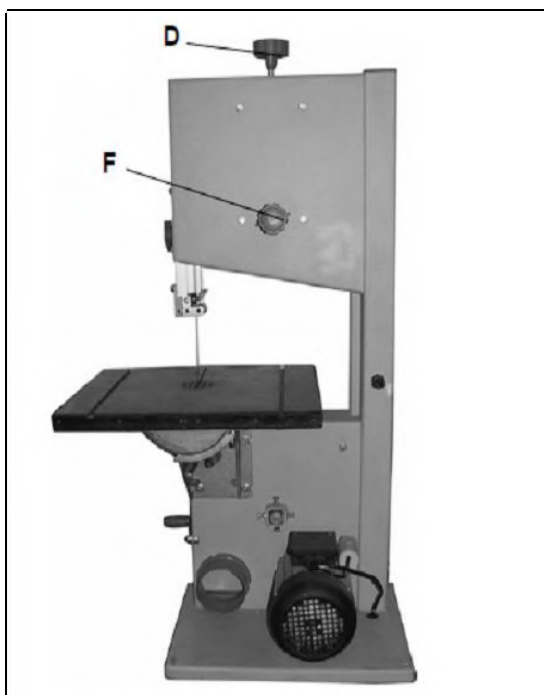

Fig 22
8. Hvis det er nødvendigt, skal føringen af klingens justeres via knoppen til fremføring og låseknap (F, Fig 22) på bagsiden af det øvre hjuls hus. Når klingens fører rigtigt, lås da indstillingen.
Klingens føring kan justeres med knoppen bag på maskinen (F, Fig 22).